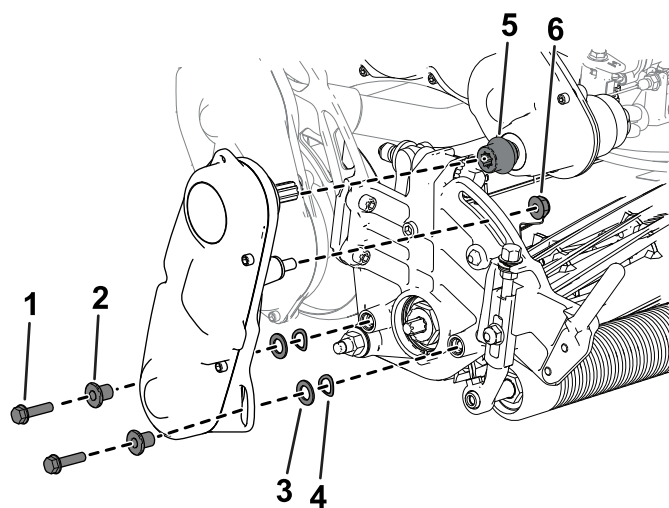

Figure 45
6. Fixez le système d'entraînement du cylindre à la plaque latérale de l'unité de coupe à l'aide des vis à tête creuse, des rondelles et des entretoises retirées précédemment (Figure 45).
Veillez à installer l'arbre d'entraînement du cylindre sur le coupleur de l'arbre d'entraînement de la transmission (Figure 45).